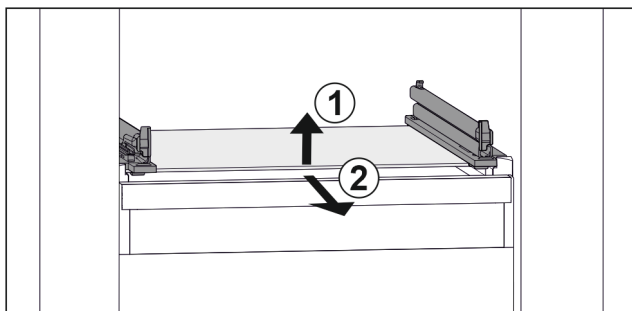

Fig. 34 Příklad znázornění skleněné desky
- ▶ Nadzvedněte skleněnou desku vpředu. Fig. 34 (1)
- ▶ Vyjměte skleněnou desku dopředu. Fig. 34 (2)